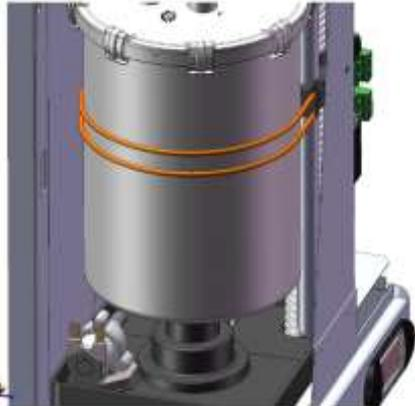

Fig. 4
6. Il tubo di scarico condensa deve passare attraverso il foro della base di sostegno a metà cilindro e deve essere lasciato libero sul fondo della vaschetta di raccolta acqua vicino al tubo di scarico cilindro (**Fig.4**).